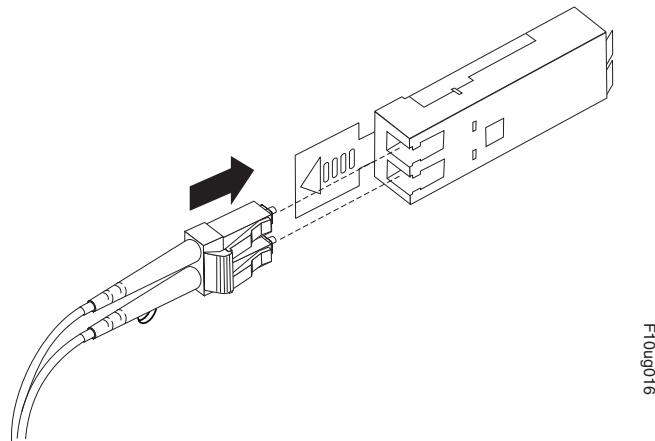

図 27. LC-LC ファイバー・チャネル・ケーブルの SFP モジュールへの挿入
4. 保護キャップを外した LC-LC ケーブルの端を、DS5100 および DS5300 に取り付けられた SFP モジュールに慎重に挿入します。ケーブル・コネクタは、SFP モジュールに正しく挿入されるようにするためにキー溝が付いています。63 ページの図 27 に示すように、コネクタを持ったまま、所定の位置でクリッ